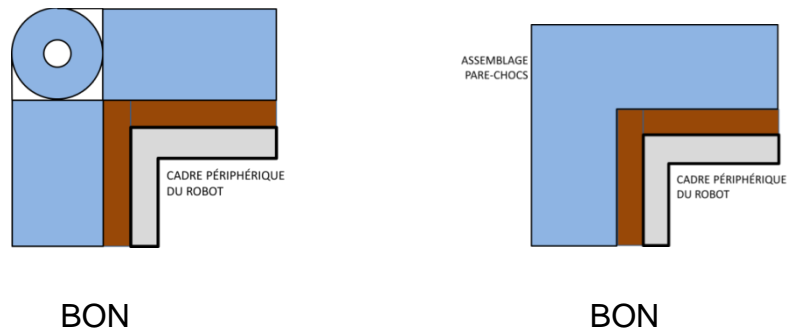

Figure 4-6
- [R31] L'espace entre les pare-chocs et le prolongement possible des coins doit être remplis de matériel de « nouilles de piscine ». Des exemples de tels ajustements sont démontrés à la Figure 4-6.